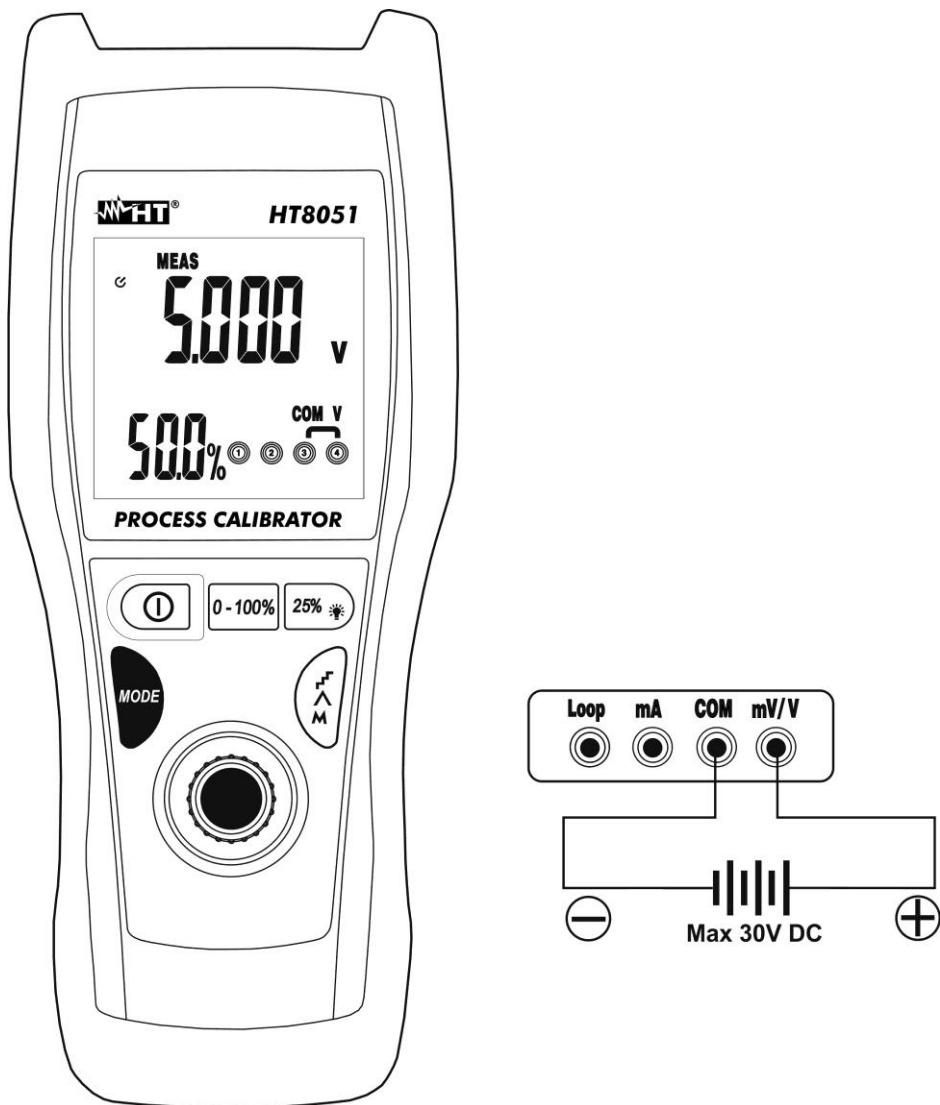

Fig. 3: Misura di tensione DC
- Posizionare il puntale verde ed il puntale nero rispettivamente nei punti a potenziale positivo e negativo del circuito in esame (vedere Fig. 3). Il valore della tensione è mostrato nel display principale e il valore percentuale rispetto al fondo scala nel display secondario
- Il messaggio "-OL-" indica che la tensione in esame eccede il valore massimo misurabile dallo strumento. Lo strumento non esegue misure di tensione con polarità opposta rispetto alla connessione di Fig. 3. Il valore "0.000" è mostrato a display